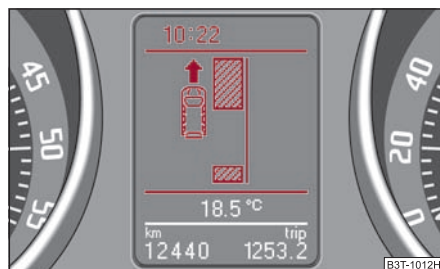

Fig. 143 Pantalla informativa: Plaza de aparcamiento reconocida con el aviso a seguir avanzando
- Cuando el asistente de aparcamiento ha reconocido una plaza de aparcamiento adecuada, ésta se reproduce en la pantalla informativa* ⇒ fig. 143.